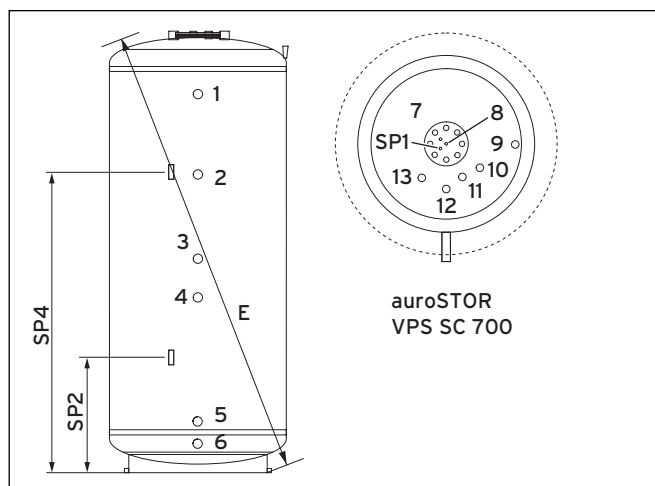

Fig. 4.2 Monteringsvippemål og tilslutningsmål for kombibeholder auroSTOR VPS SC 700
- Monter ledningen til tilslutningen koldt vand (**13**, Fig. 4.2) med de nødvendige sikkerhedsanordninger.
- Monter ledningen til tilslutningen fremløb efteropvarmning varmtvand (**10**, Fig. 4.2).
- Monter ledningen til tilslutningen varmtvand (**11**, Fig. 4.2).
- Monter evt. cirkulationsledningen på tilslutningen cirkulationsledning (**12**, Fig. 4.2).